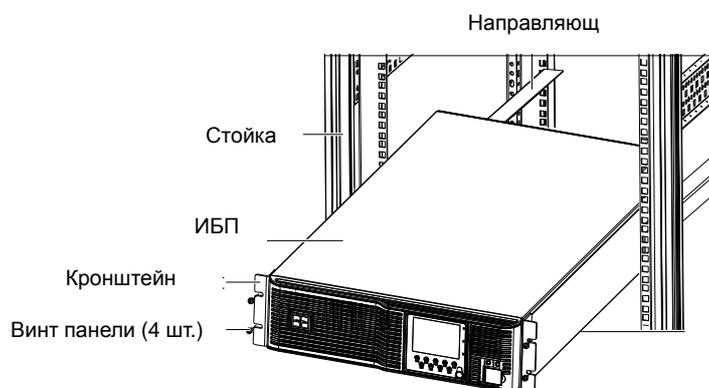

Рис. 2-9 Установка ИБП
3. Поместите ИБП на направляющие рельсы стойки, полностью втолкните внутрь стойки. Закрепите ИБП на стойке при помощи четырех винтов М6*16 панели на монтажных отверстиях кронштейнов, как показано на Рис. 2-9.